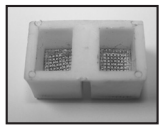

Figure 4
7. À ce point, la cartouche du filtre dans la base de chambre de pression se retire avec des pinces et se nettoie (fig. 4).